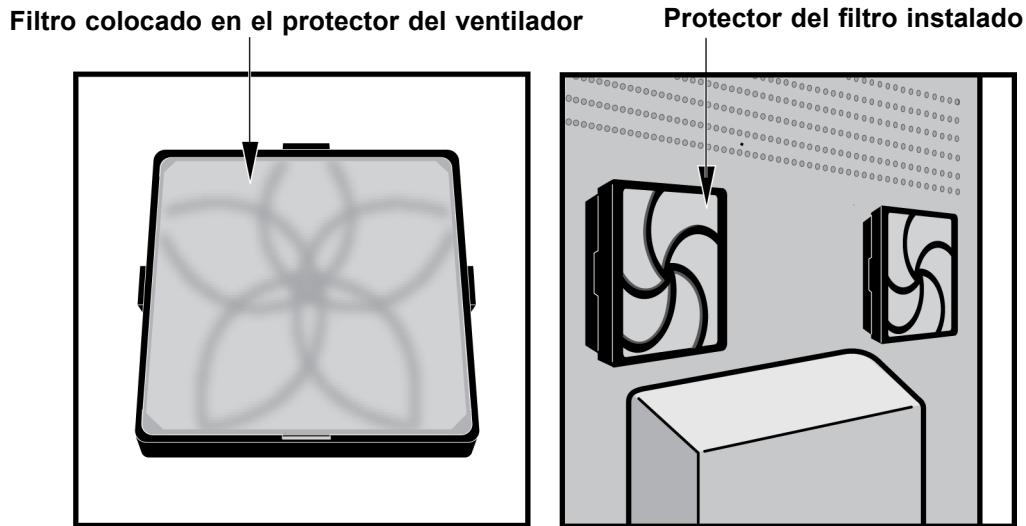

Figura 9-20. Filtro de repuesto y protector instalados
7. Coloque conjuntamente el protector del filtro del ventilador y el filtro en posición. Presione firmemente los laterales del protector sobre el alojamiento del ventilador hasta que la pestaña quede bien encajada sobre el ventilador. Presione la parte inferior del protector hasta que la pestaña quede bien encajada en el ventilador. Consulte la figura 9-20.